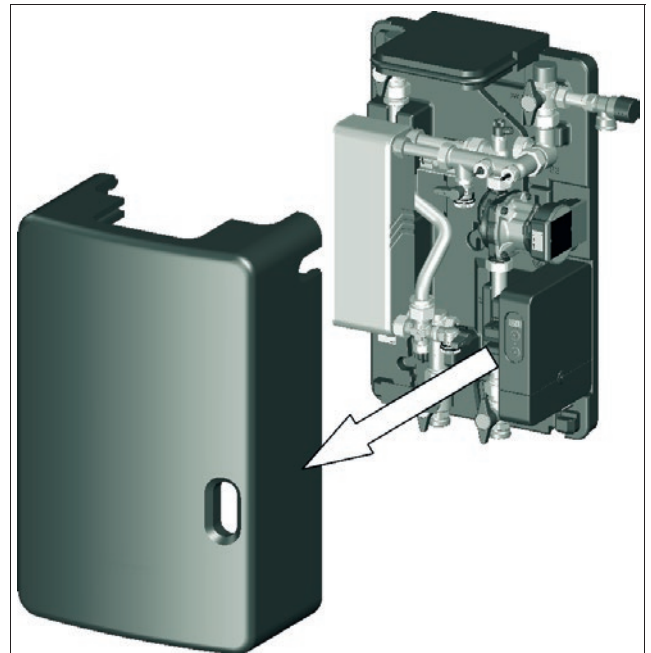

Abb. 8: Oberschale abnehmen
2. Heben Sie die Oberschale ab (siehe Abb. 8).